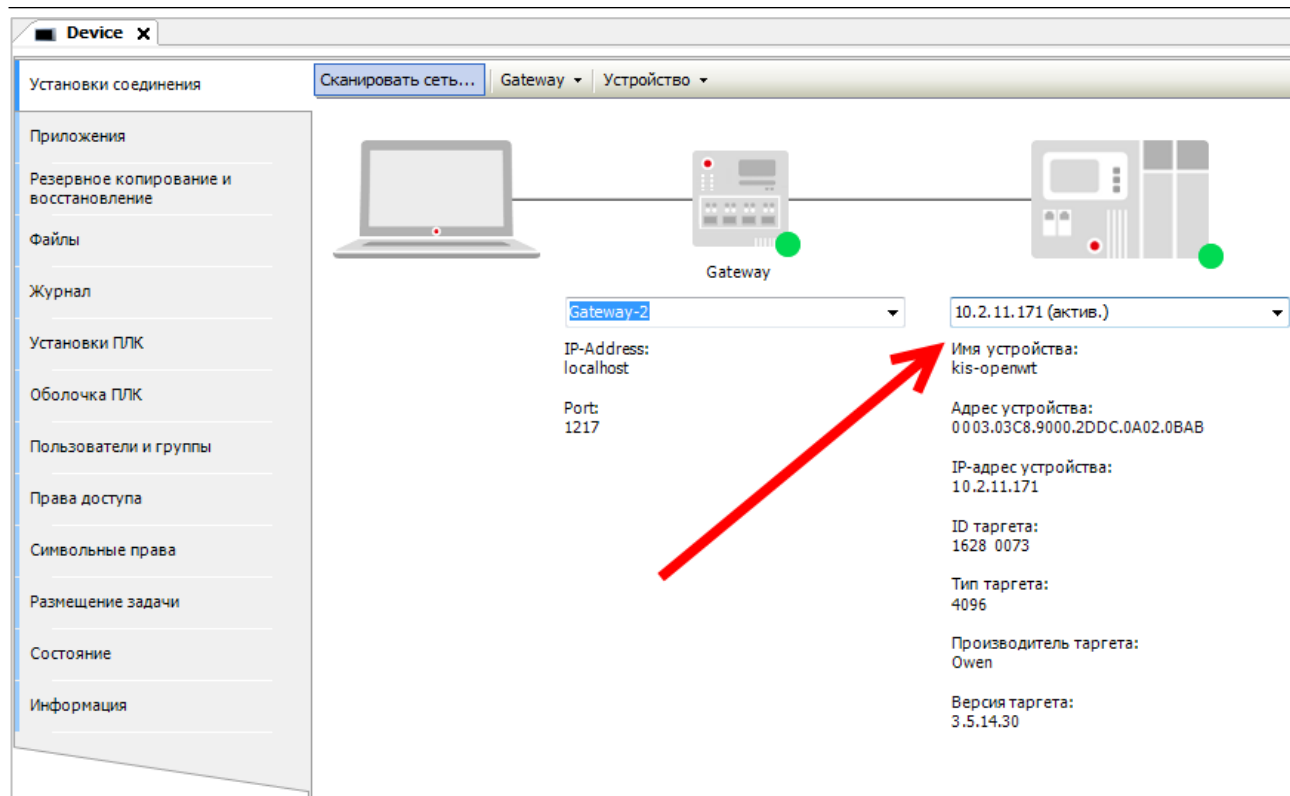

Рисунок 6.5 – Установка связи по IP-адресу
Контроллер может не определяться во время сканирования сети, если в сети, к которой он подключен, заблокированы широковещательные UDP-пакеты. В этом случае следует ввести IP-адрес контроллера вручную и нажать **Enter** для установки соединения (см. рисунок 6.5).
- 11740 (TCP) – для подключения к ПЛК (для загрузки проектов и онлайн-мониторинга) без сканирования сети, напрямую по IP-адресу (см. рис. 6.5).